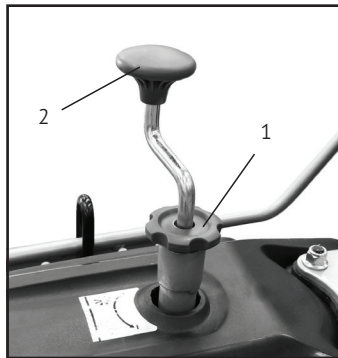

Рис. 12
- Ослабьте затяжку гайки-фиксатора 1 (Рис. 12).